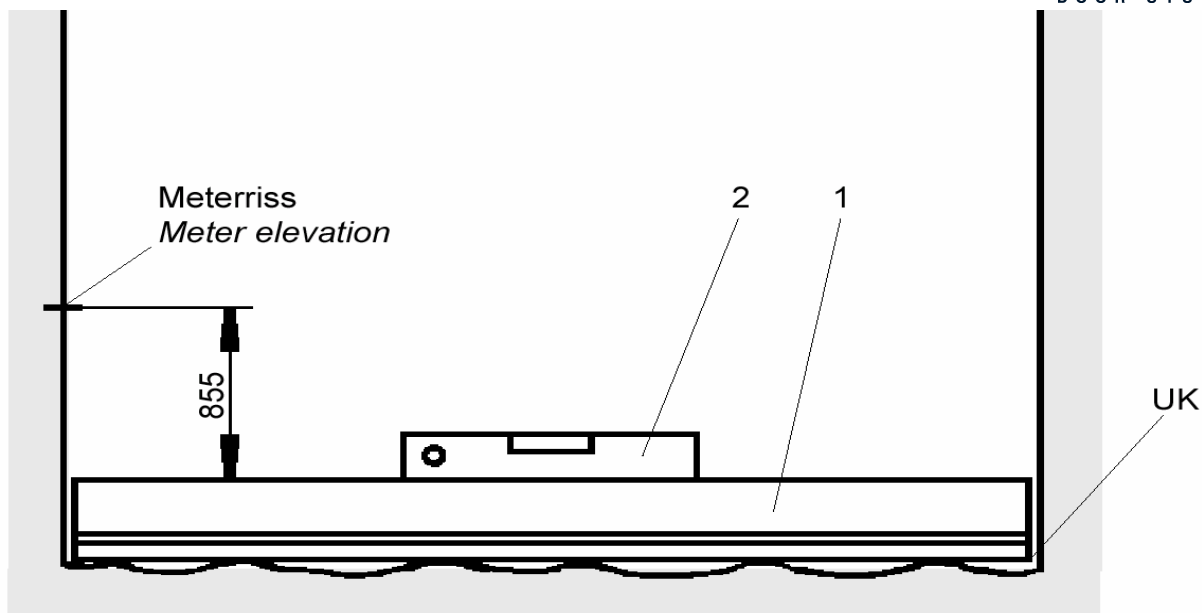

Рисунок 2.8 – Выверка уровня готового пола и нижней кромки профиля
3. Направляющий профиль (1) выверить по горизонтали с помощью уровня (2) (см рисунок 2.8).